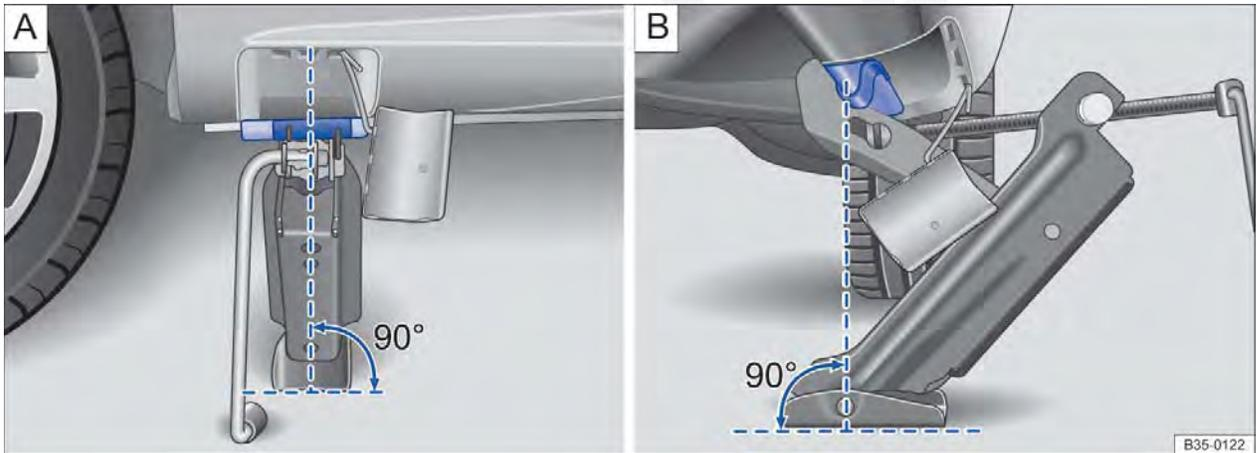

Fig. 237 Macaco posicionado no lado esquerdo traseiro do veículo.
- Garantir que a base do macaco, com toda sua superfície, esteja sobre o chão e que a base se encontre perpendicularmente abaixo do ponto de colocação ⇒ Fig. 237.
- Alinhar o macaco e, simultaneamente, levantar a garra do macaco até ela se encaixar na travessa debaixo do veículo ⇒ Fig. 237.
- Posicionar o macaco somente nos pontos indicados. A garra do macaco deve se encaixar no perfil da longarina de forma segura ⇒ Fig. 237.